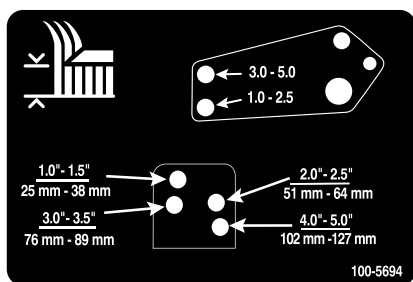

Рисунок 26
10. Совместите отверстия тяг демпферов с выбранными отверстиями кронштейнов высоты скашивания в раме деки газнокосилки, вставьте шплинтуемые штифты и зафиксируйте их игольчатыми шплинтами (Рисунок 26).